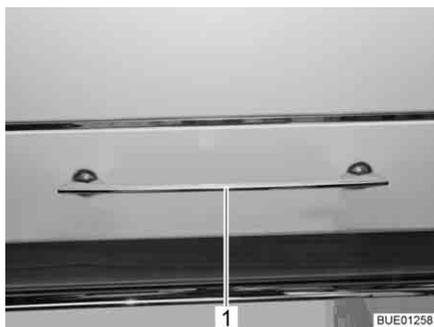
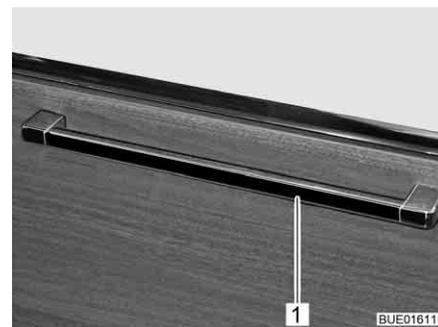

Fig. 83 Sportello del mobile con maniglia di sbloccaggio
Fig. 84 Sportello del mobile con maniglia di sbloccaggio (alternativa)
- Premere la maniglia di sbloccaggio (Fig. 83,1 o Fig. 84,1) verso l'alto, di lato o verso il basso, a seconda della posizione di montaggio, e tenerla premuta.